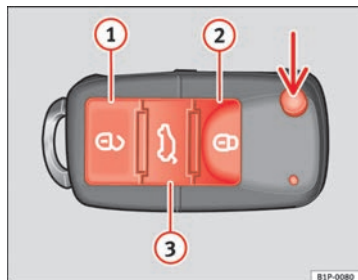

Abb. 64 Tastenbelegung
Mit der Taste ⇒ Abb. 64 (Pfeil) der Fernbedienung wird der Schlüsselbart ausgeklappt.
Fahrzeug entriegeln  ⇒ Abb. 64 ①.
Fahrzeug verriegeln  ⇒ Abb. 64 ②
Heckklappe entriegeln. Die Taste  ⇒ Abb. 64 ③ betätigen, bis alle Blinkleuchten am Fahrzeug kurz aufleuchten. Nach Drücken der Entriegelungstaste  ③ können Sie die Heckklappe innerhalb von 2 Minuten öffnen. Nach Ablauf dieser Zeit wird die Heckklappe wieder verriegelt.
Zudem blinkt die Batterie-Kontrollleuchte des Schlüssels ⇒ Abb. 64 auf.
Bei einmaligem Drücken der Taste  ⇒ Abb. 64 ① wird nur die Fahrertür entriegelt. Alle anderen Türen bleiben verriegelt. ▶
Bei zweimaligem Drücken der Taste  ⇒ Seite 111, Abb. 64  werden alle Türen entriegelt.
- Betätigen Sie die Taste  ⇒ Seite 111, Abb. 64 an der Funk-Fernbedienung. ▶